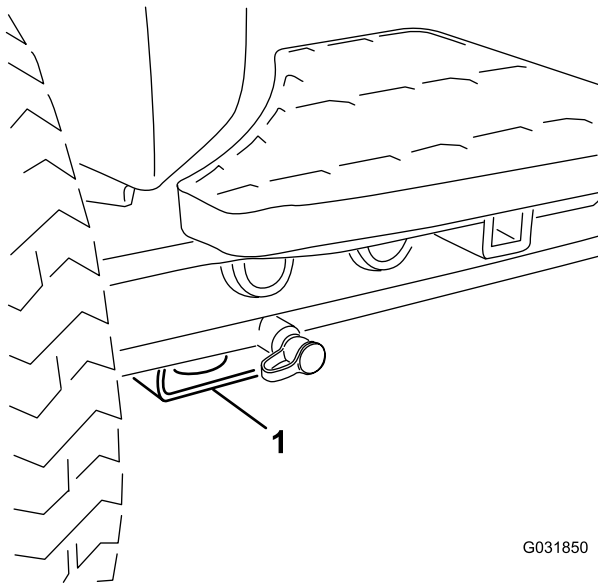

Bild 36
- Vorne: Rechteck unter dem Achsenrohr in jedem Vorderreifen (Bild 36).